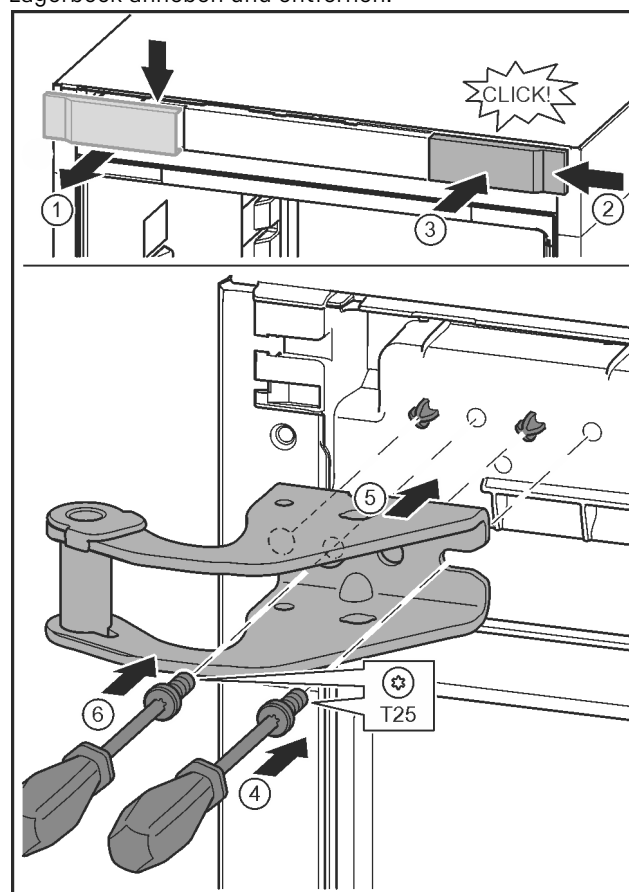

Fig. 15
- ▶ Abdeckung lösen und seitlich abnehmen. Fig. 15 (1)
- ▶ Abdeckung um 180° gedreht auf der anderen Seite von rechts einhängen. Fig. 15 (2)
- ▶ Abdeckung einrasten. Fig. 15 (3)
- ▶ Schraube mit Schraubendreher T25 ansetzen. Fig. 15 (4)
- ▶ Oberen Lagerbock ansetzen. Fig. 15 (5)
- ▶ Schraube festdrehen. Fig. 15 (6)
- ▶ Schraube mit Schraubendreher T25 einsetzen und festdrehen. Fig. 15 (6)